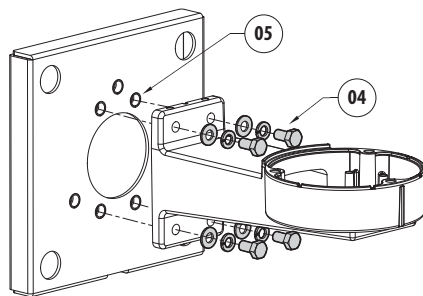
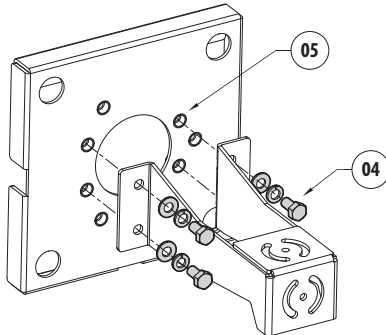

Рис. 4 Крепление для UEBW (ULISSE EVO)
Рис. 5 Крепление для NVX, NTX
Прикрепите опору UEBW (ULISSE EVO) или блок NVX, NTX к опорной плите при помощи прилагаемых винтов и шайб (04), используя 4 резьбовых отверстия (05) (Рис. 4 Крепление для UEBW (ULISSE EVO), страница 3 и Рис. 5 Крепление для NVX, NTX, страница 3).